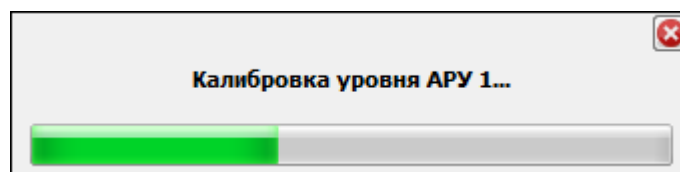
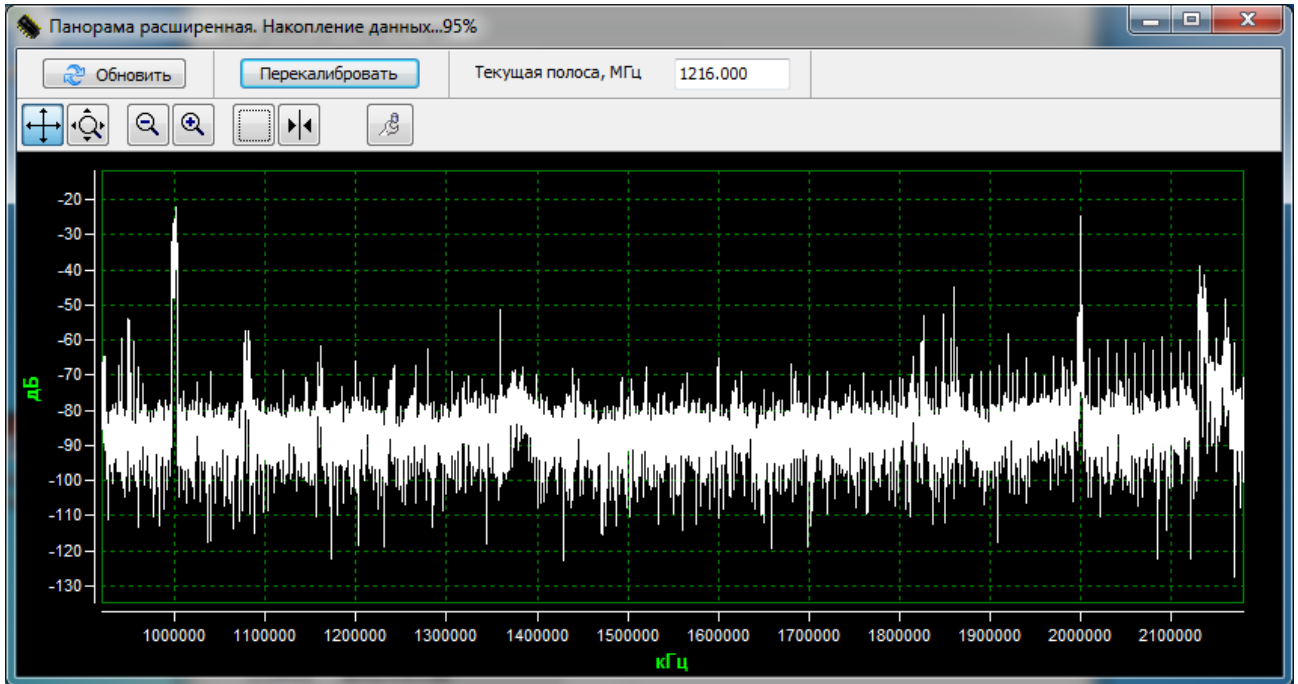

Рис. 28
Рис. 29
– «Панорама (1.2 ГГц)» - открывает окно просмотра спектральной панорамы сигнала в полосе 1.2 ГГц (рис. 29). При первом запуске производится калибровка уровня АРУ1 в процессе которой отображается окно Рис. 28;